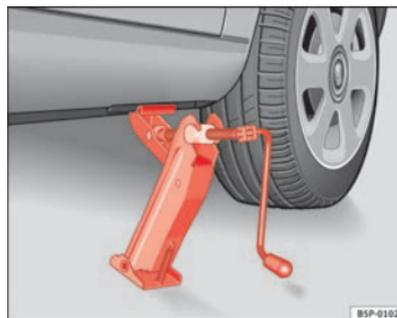

Fig. 159 Posizionamento del cric
- Applicare il cric in modo che la staffa faccia presa in corrispondenza della nervatura del montante inferiore e che la base mobile appoggi bene a terra ⇒ **fig. 159**.